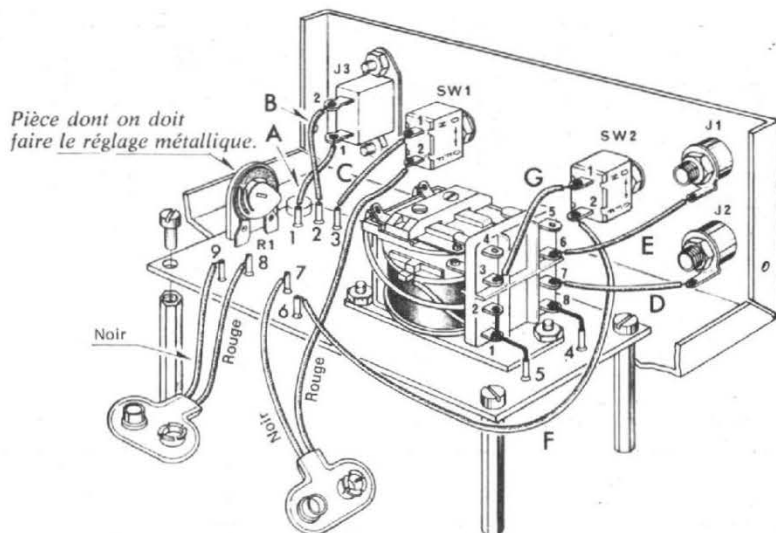

Fig. 5 - Câblage entre le circuit imprimé et les pièces détachées.
- Monter le relais en l'orientant comme le dessin l'indique en le fixant au moyen de deux vis de 3×6 mm de diamètre avec les écrous respectifs (voir Fig. 5).
- Connecter les bornes 1 et 2 du relais à la fixation 5 du circuit imprimé au moyen d'un bout de fil aussi court que possible (fig. 5).
- Monter les 4 entretoises hexagonales sur le circuit imprimé au moyen de 4 vis de 3×6 mm de diamètre (Fig. 5).
- Monter les deux interrupteurs SW_1 - SW_2 en les orientant comme le dessin l'indique (Fig. 5).
3^e phase - Câblage (Fig. 5).
● Régler le curseur du potentiomètre semi-fixe R_1 dans le sens inverse des aiguilles d'une montre (voir Fig. 5).